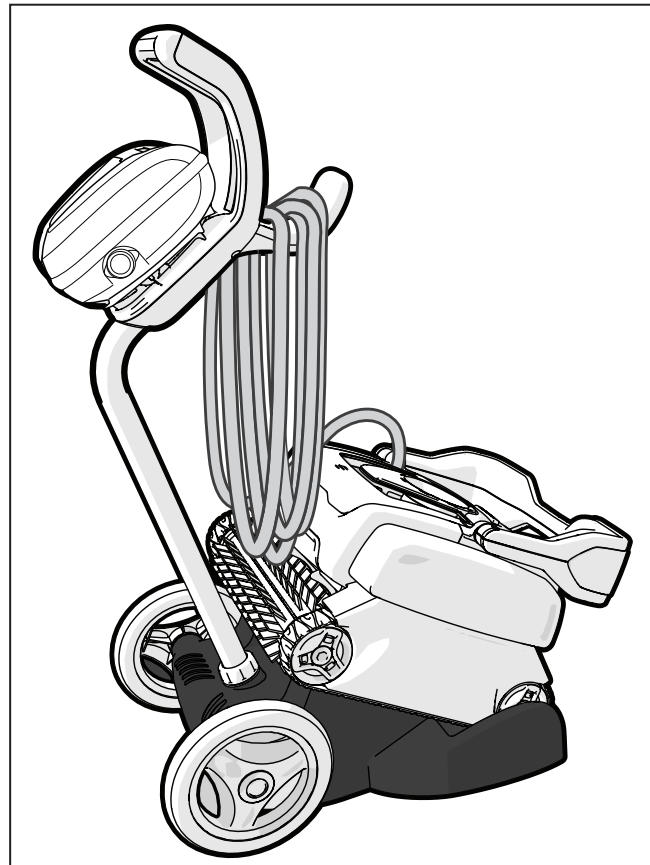

Figura 20. Limpiador guardado correctamente en el carrito sur le chariot
2. Coloque el limpiador en posición vertical en la base del carrito con las pistas traseras en las cuñas al lado del carrito (vea la figura 20).
3. Enrolle holgadamente el cable de alimentación en el limpiador y avance hacia el punto de conexión en la unidad de control. Guarde el cable, enrosándolo alrededor del gancho situado en la parte delantera del carrito (vea la figura 20).